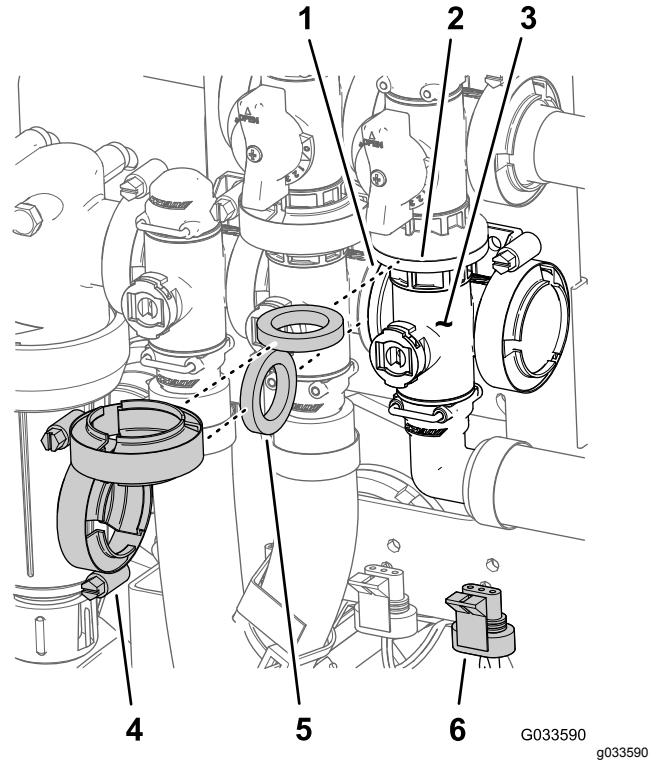

Figure 126
2. Fixez le collecteur de la vanne maîtresse des rampes, le joint et la vanne de dérivation de la vanne maîtresse avec un collier serré à la main (Figure 126).
3. Alignez la bride du collecteur de la vanne maîtresse, un joint et le collecteur de la vanne d'agitation (Figure 126).
4. Fixez le collecteur de la vanne maîtresse, le joint et le collecteur de la vanne d'agitation avec un collier serré à la main (Figure 126).
1. Alignez la bride du collecteur de la vanne maîtresse, un joint et la bride de la vanne de dérivation de la vanne maîtresse (Figure 126).
7. Montez la vanne d'agitation sur le support à l'aide du boulon à embase et du contre-écrou (Figure 126) que vous avez retirés à l'opération 3 de Dépose de la vanne maîtresse des rampes sur le collecteur \(page 84\), et serrez l'écrou et le boulon à un couple de 10 à 12 N·m.